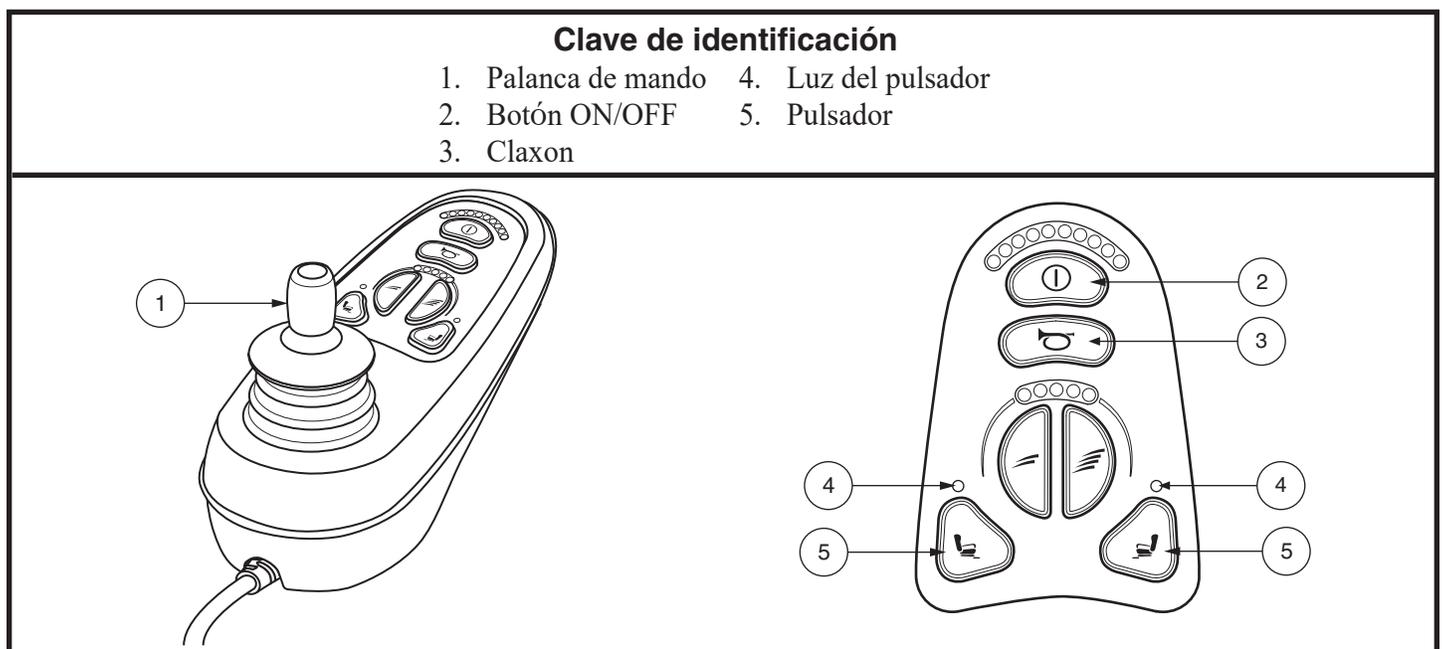

Figura 11. Mando y regulador de 6 teclas VR2
1. Pulse el botón on/off para encender la silla y el regulador. **Ver figura 11.**
2. Apriete el pulsador correspondiente a la acción que desee. **Ver figura 11.**
5. Pulse el botón on/off para volver al modo conducción. **Ver figura 11.**